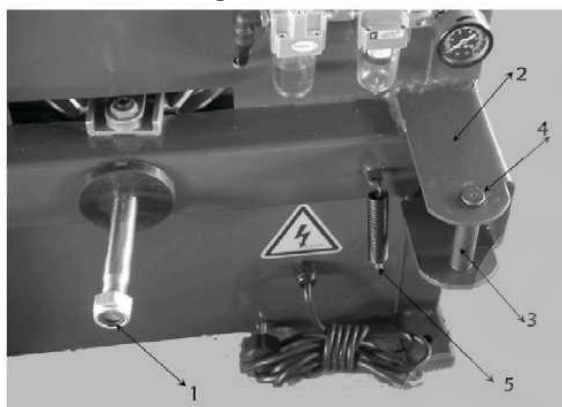

Рис. 4-11
Открутите зажимную гайку (1) с передней части штока поршня цилиндра, используемого при работе ножа отрыва кромки шины. Снимите стопорное кольцо со штифта, фиксирующего нож отрыва кромки шины. Снимите штифт (3) и установите пружину (5), как показано на рис. 4-11.